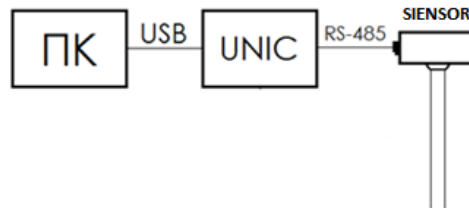

Рис. 2.8 Схема подключения ДУТ SIENSOR серии D300 к ПК
1. Подключите ДУТ к ПК согласно схеме подключения (см. рис. 2.8), используя устройство настройки UNIC. Назначение выводов разъема для подключения внешнего устройства приведено в таблице 2.1.